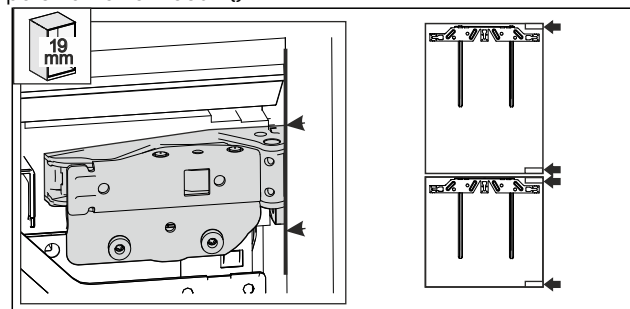

Fig. 57 *
- ▶ Ściana boczna mebla o grubości 19 mm: przednia krawędź zawiasów jest wyrównana do przedniej strony ściany bocznej mebla. Fig. 57 []